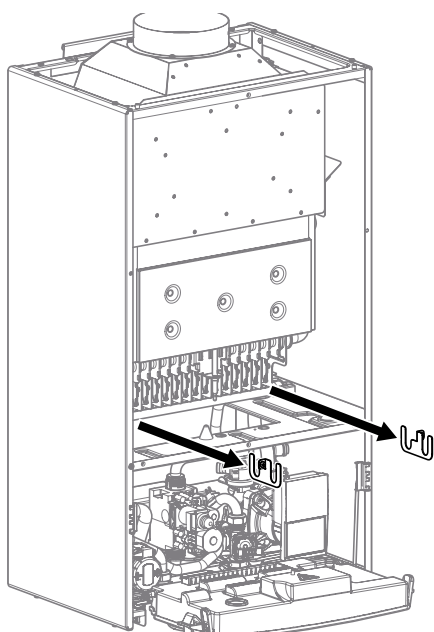

Fig. 20 Brides
- Retirer les 2 brides fixant le collecteur aux rampes du brûleur (voir Fig. 20 Brides).